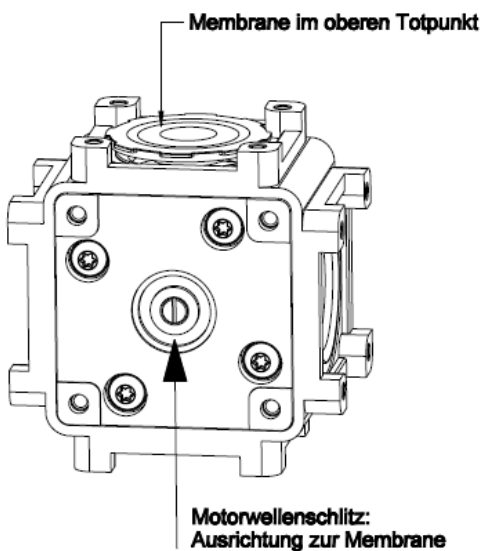

Fig. 14
7. Mit Schlitz-Schraubendreher die Motorenwelle drehen bis die Membrane in der obersten Position (oberer Totpunkt) steht. Ausrichtung des Schlitzes in der Motorenwelle zur Membrane beachten. Siehe Fig.14.
8. Membrane (9) mit Schlüssel (siehe Zubehör) lösen. Schlüssel dabei gut andrücken und auf korrekten Sitz achten damit die Zähne der Membrane nicht beschädigt werden. Sicherstellen, dass keine Scheiben (10) ins Pumpengehäuse gelangen. Eine Scheibe pro Membrane!
12. Mit Schlitz-Schraubendreher die Motorenwelle drehen bis der Pleuel in der obersten Position (oberer Totpunkt) steht. Ausrichtung des Schlitzes in der Motorenwelle zur Membrane beachten. Siehe Fig.14.
13. Membrane (9) mit einer Scheibe (10) in Pleuel schrauben. Sicherstellen, dass keine Scheiben (10) ins Pumpengehäuse gelangen.
- 16. Ankerventile (5) und Dichtungen Ankerventile (7) in die entsprechenden Vertiefungen der Zwischenplatte (6), Verschaltung (3) und Anschlussplatte (4) einlegen.
- 17. Dichtringe (8) in Verschaltung (3) und Anschlussplatte (4) einlegen.
- 18. Mit Schlitz-Schraubendreher die Motorenwelle drehen bis die Membrane in der obersten Position (oberer Totpunkt) steht. Ausrichtung des Schlitzes in der Motorenwelle zur Membrane beachten. Siehe Fig.14.